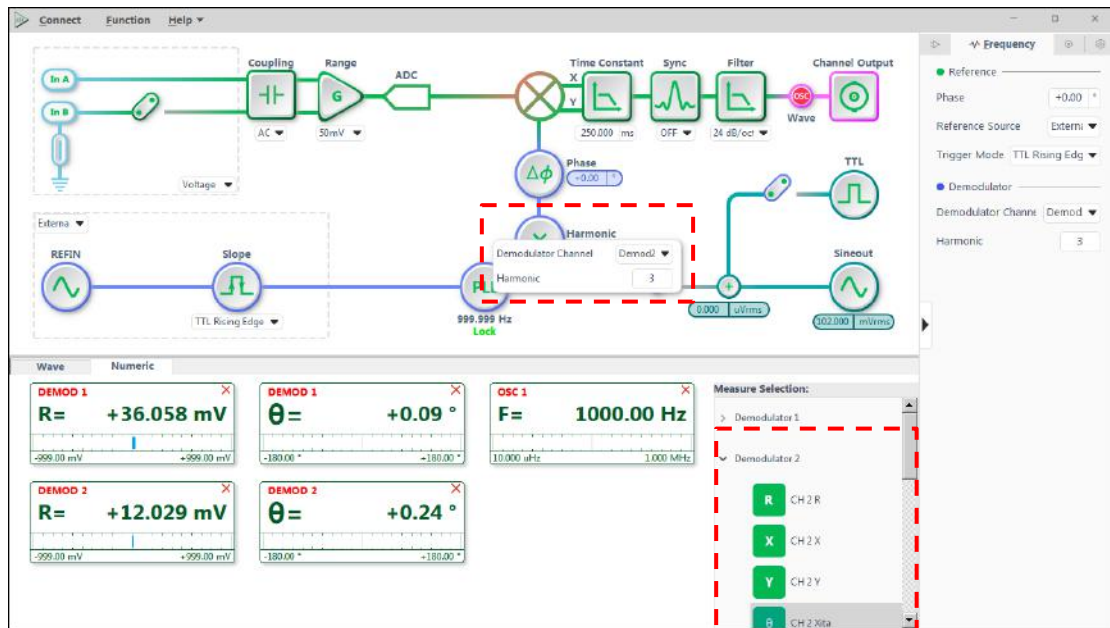

图25. 其他解调器配置图
4. 若想配置其他解调器，如图 25 所示，配置解调器 2 的谐波阶数为 3，同时打开解调器 2 测量结果的显示，此时可以同时测量输入信号的基波和 3 次谐波分量。